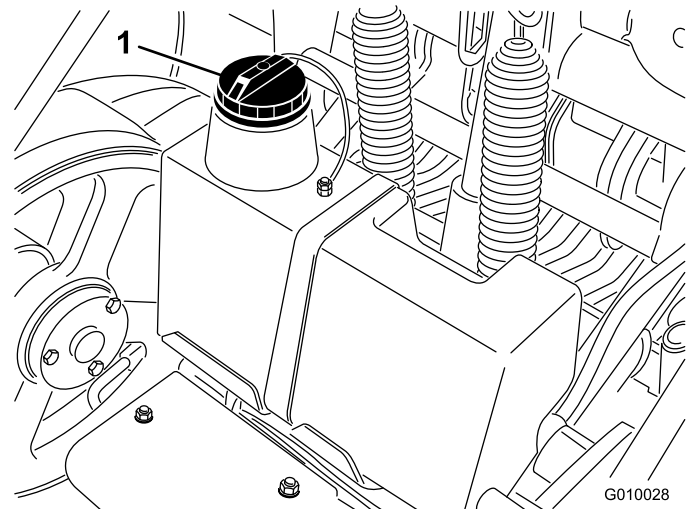

Figura 19
3. Limpie alrededor del cuello de llenado y el tapón del depósito de aceite hidráulico (Figura 19). Retire el tapón del cuello de llenado.